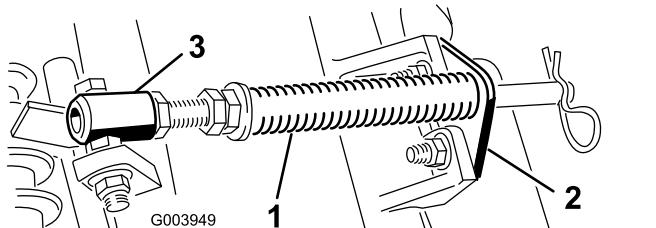

图 10
- 拆下把杆支架固定到滚刀组凸耳上的 2 个车身螺栓和螺母 图 10。
- B. 拆下将弹簧管栓固定到承载架凸耳 图 10 上的凸缘螺母